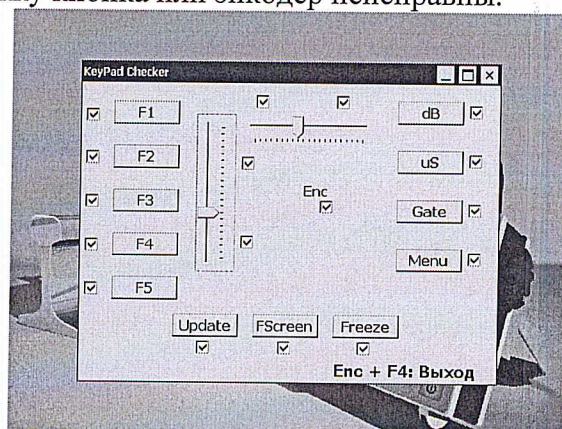

Рисунок 9.9 - Окно программы «Тест Клавиатуры» с успешным результатом теста клавиатуры
8.3.3 Затем необходимо нажать ручку энкодера и в нажатом состоянии повернуть его в одну, затем в другую сторону. Программа зафиксирует поворот нажатой ручки энкодера в одну и другую сторону смещением положения горизонтального ползунка и установкой соответствующих флажков. Также соответствующим флажком будет зафиксировано нажатие ручки энкодера. Если по окончании проверки все флажки будут установлены, значит, тест пройден успешно (Рисунок 9.9). В противном случае, соответствующая флажку кнопка или энкодер неисправны.